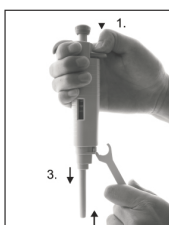

Fig.8
2. Coloque el diente de la herramienta de apertura entre el expulsor de puntas y el collar expulsor de puntas para liberar el mecanismo de bloqueo (Fig.8).